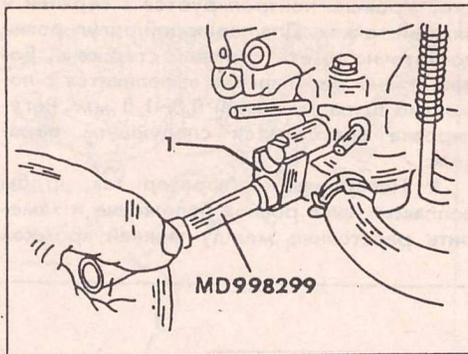

Рис. 122. Регулировка ограничительного колпачка винта качества смеси специальным инструментом (1) у карбюратора выпуска с 1987 г.
го выпуска требуется инструмент в форме отвертки. Указанные инструменты показаны на рис. 122 и 123. Регулировка выполняется следующим образом:
- Отрегулировать концентрацию СО винтом с помощью указанного на рис. 122 инструмента. У автомобилей выпуска до конца 1986 г. концентрация должна составлять 1,5±0,5%, выпуска с 1987 г. 1,0±0,5%.